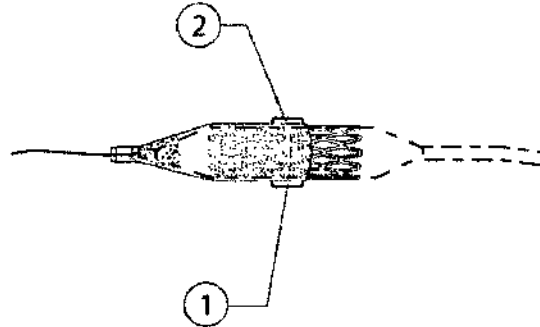

FIGURA -1-
- A los efectos de su visualización bajo fluoroscopia, el tubo recto de poliéster del dispositivo SIO lleva 2 marcas radio-opacas (1 y 2), adosadas en el extremo distal del tubo de poliéster y por fuera del mismo. Están diametralmente opuestas y paralelas al eje longitudinal del tubo, según muestra la FIGURA -1 -.
- Cubrir el ostium de una arteria con el tubo de poliéster de la endoprótesis produce una oclusión vascular. Utilice las marcas radio-opacas señaladas en la FIGURA -1- para evitar oclusiones arteriales indeseadas.